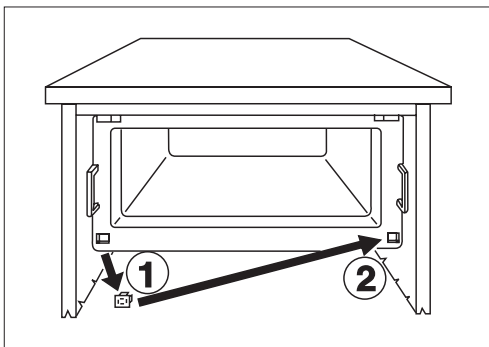

Abb. 6
- Abdeckung für unteres Scharnierloch umsetzen. (Bild 6).